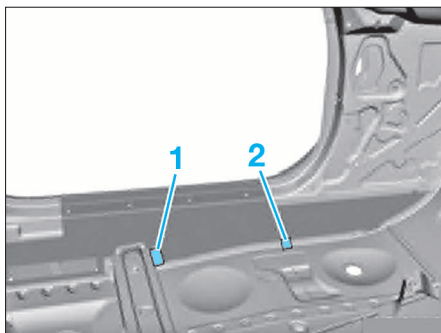

FIG. 14
- Défaire le raccord de colle dans la zone (1) (Fig.14).